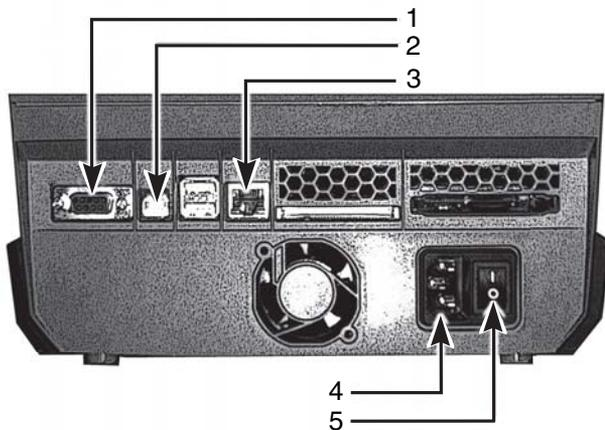

Figura 1, Interfaces e Conectores
1. Desligue o cabo de alimentação do encaixe de ligação eléctrica na parte posterior da impressora (**Figura 1, 4**).
5. Ligue o interruptor de alimentação eléctrica na parte posterior da impressora (**Figura 1, 5**). A impressora irá realizar um teste automático e, em seguida, passar para modo Pronto.
A impressora possui uma porta RS-232 (**Figura 1, 1**), uma porta USB (**Figura 1, 2**) e uma porta Ethernet (**Figura 1, 3**).
2. Ligue a impressora ao computador utilizando o cabo USB fornecido. O cabo USB liga a impressora à porta USB (**Figura 1, 2**) e a uma porta USB no computador.
2. Ligue a impressora ao computador utilizando um cabo RS-232 (não fornecido). O cabo RS-232 liga a impressora na porta (**Figura 1, 1**) e ao computador.
2. Ligue a impressora ao computador utilizando um cabo Ethernet (não fornecido). O cabo Ethernet liga à impressora na porta Ethernet (**Figura 1, 3**) e a uma porta Ethernet no computador ou Rede de Área Local (LAN).